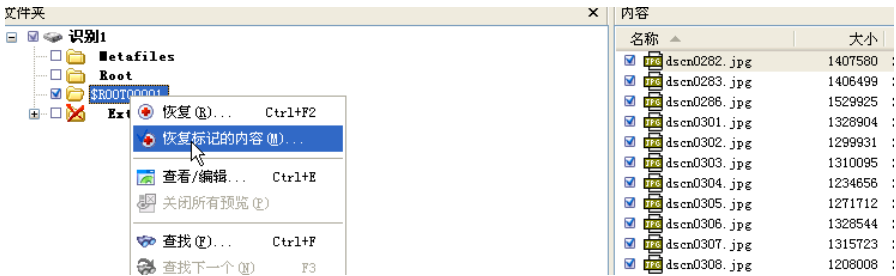

图 5-112 恢复相片
(6) 我们打开识别 1，选择恢复相片，如图 5-112 所示。